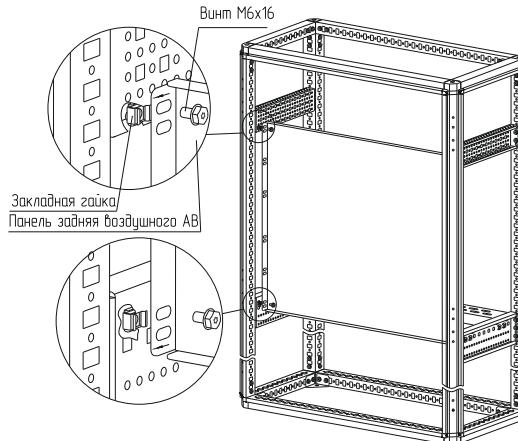

Рисунок 41
- вариант 2. Набором «закладная гайка М6 – винт М6×16 – шайба 6.4». Для этого предварительно установите закладные гайки в квадратные отверстия реек монтажных и закрепите панель заднюю воздушного АВ винтами М6×16 и шайбой (рисунок 41). Момент затяжки – 7 Н·м. Набор крепежа приобретается отдельно.